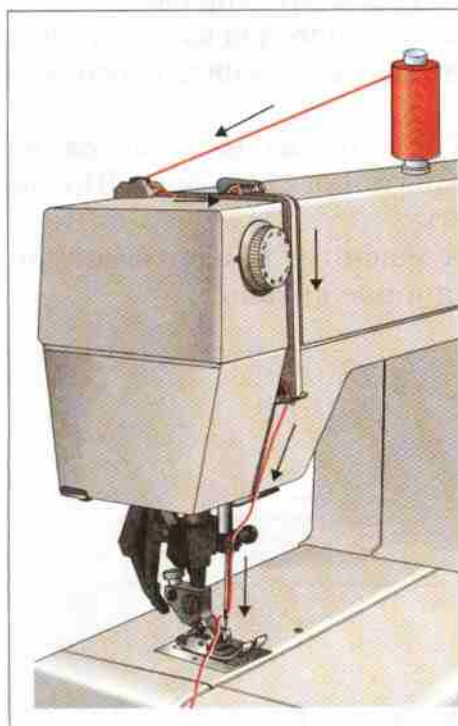

Рис. 72. Заправка верхней нитки
1. Нитку с катушки завести в устройство для натяжения нитки, нитепротягиватель, прорези для нитки (рис. 72).